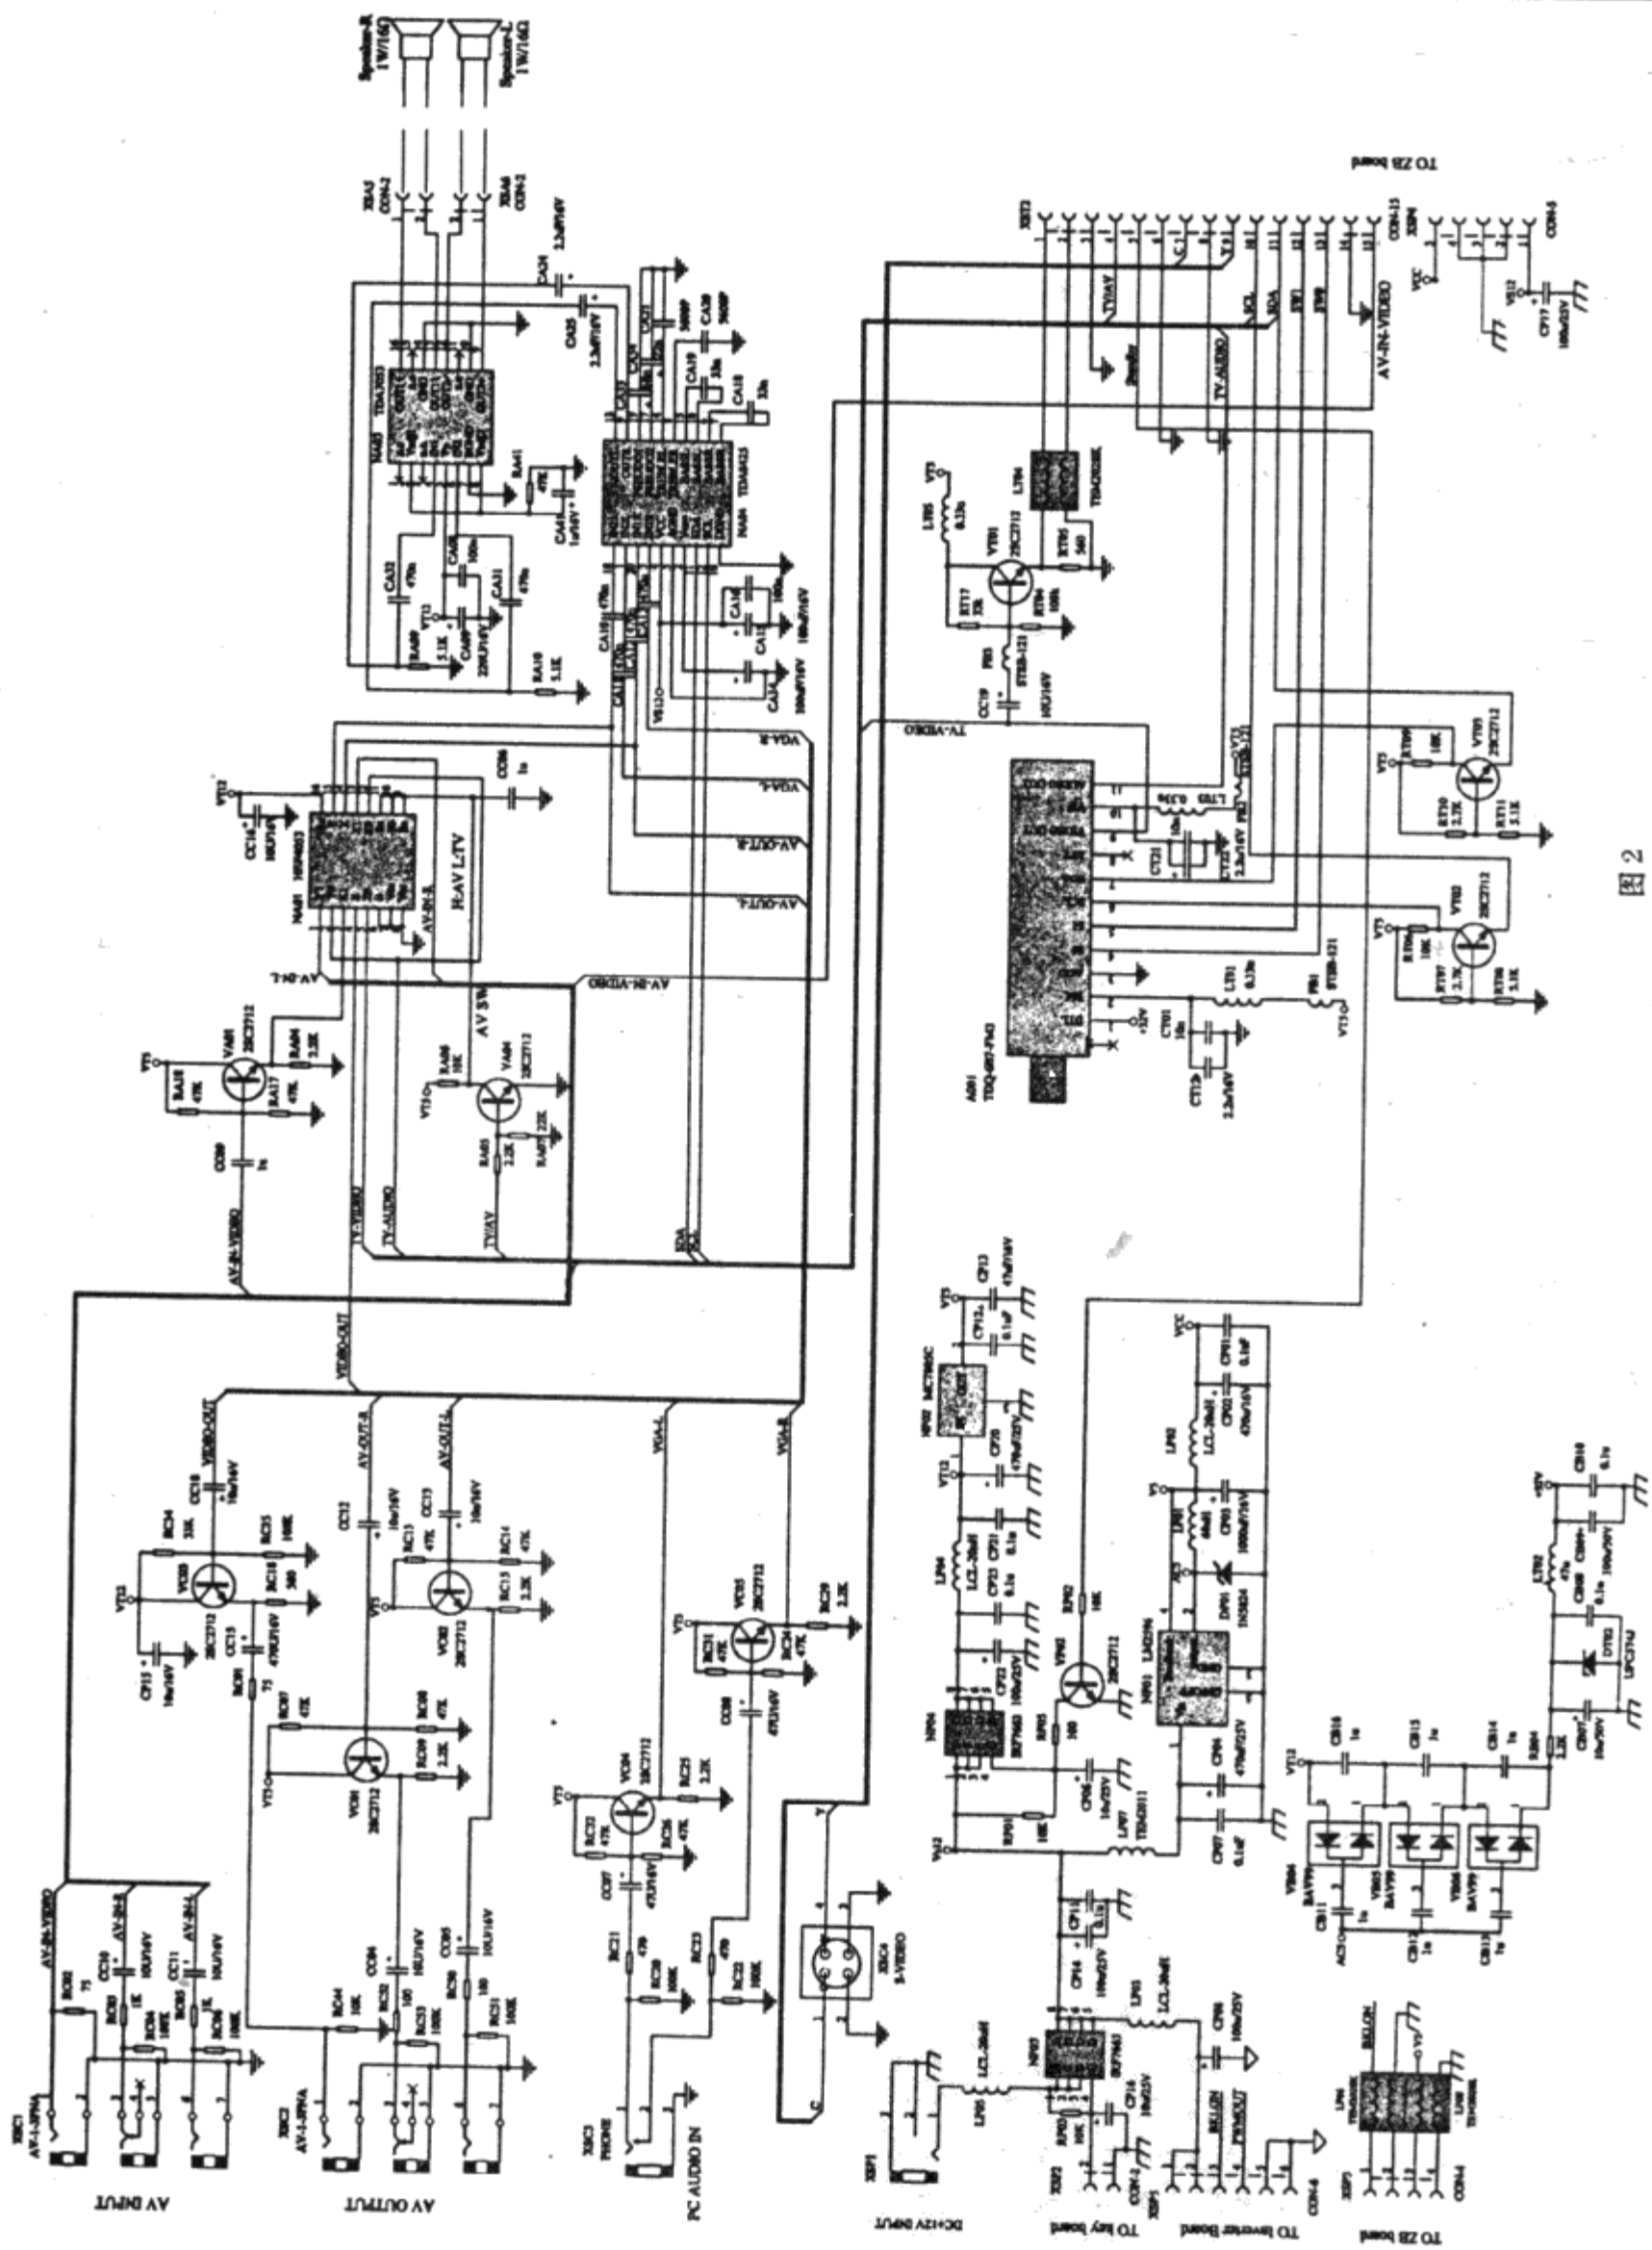

图 2
TV-VIDEO信号输入HEF4053第⑥脚，另外AV-IN-VIDEO信号经过三极管VA01射随送至HEF4053第③脚，两信号在第③脚的控制下进行切换从第④脚输出，经过三极管VC03射随后作为液晶电视的监视器的视频输出信号；音频部分，TV-AVDEO信号分别送至HEF4053第③、④脚，另外AV-IN-L和AV-IN-R信号分别输入HEF4053第③、④脚，两路音频信号在第③、④脚的控制下进行切换，分别从第③、④脚输出R、L信号，音频信号分两路输出一路分别经过VC01和VC02射随后作为监视器的伴音输出，另一路送往TDA8425进行立体声音效处理（见图2所示）。